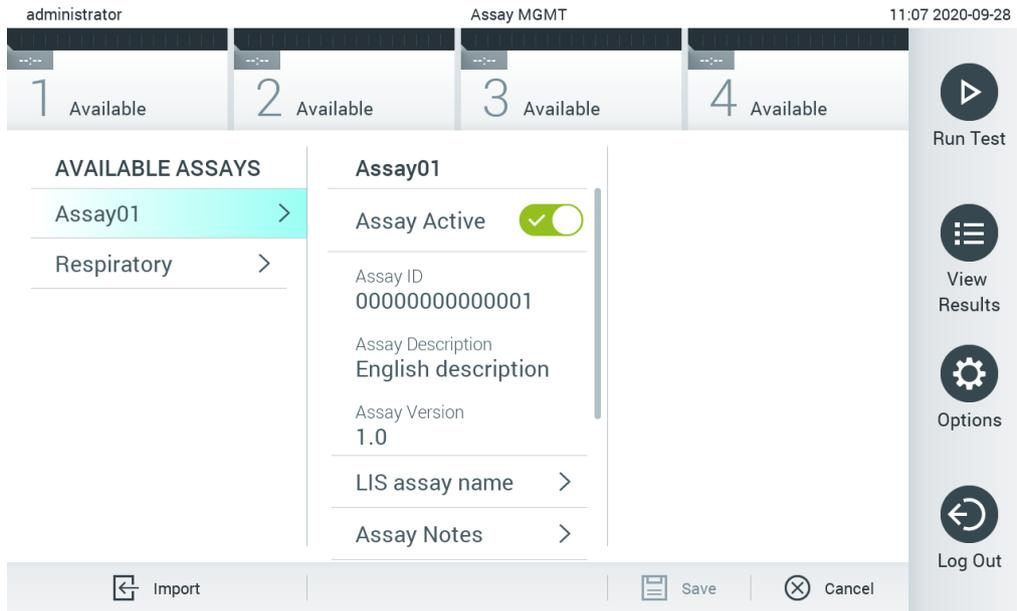

図 61. アッセイをアクティブ化。
7. Assay Active (アッセイアクティブ) を選択するとこのアッセイがアクティブになります (図 61)。